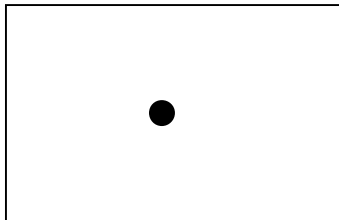

Bild 1
6. Laser durch Drehen am Poti (Bild 3) einschalten; ein Punkt (Bild 1) in der Mitte des Monitors wird sichtbar
Bei zu hoch eingestellter Helligkeit können mehrere Punkte (siehe Punkt 6 und Bild1) auf dem Monitor erscheinen. Regeln Sie in diesem Fall die Helligkeit am Poti (Bild 3) herab, bis nur noch ein Punkt sichtbar ist.